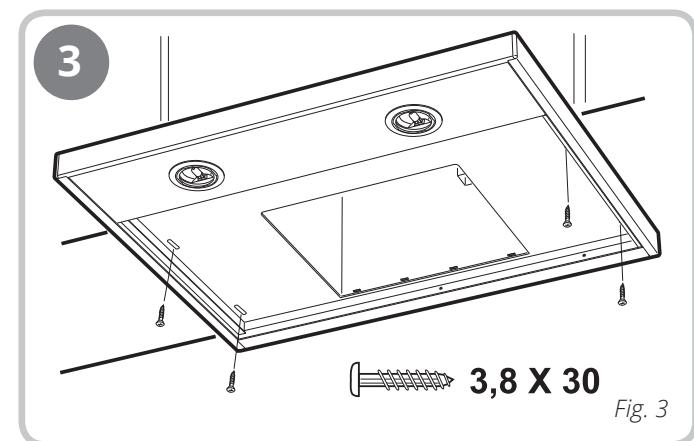
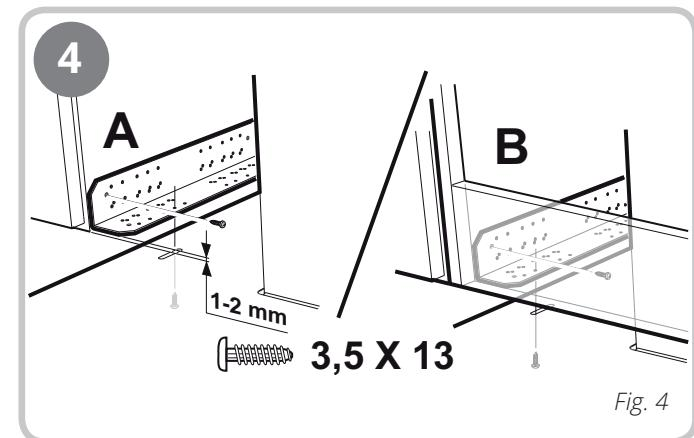
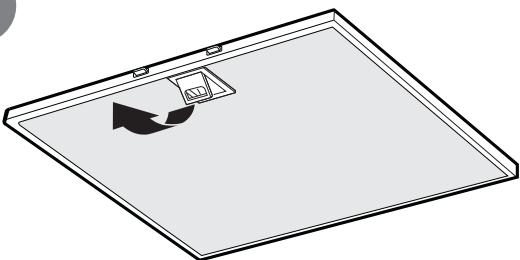

Fig. 3
Fig. 4
Fig. 12
Kjøkkenhetten kan monteres under overskap, innebygd i eller mellom skap. Under skap skrus kjøkkenhetten fast med 4 stk. skruer 3,8 x 30 (Fig. 3). Innebygd i eller mellom skap monteres kjøkkenhetten ved hjelp av konsoller. Konsoller og kjøkkenhette skrus fast med 8 stk. skruer 3,5 x 13 (Fig. 4).
Konsollene skrus fast med de fasede hjørnene utover og jevnt med skapets forkant (A, Fig. 4) eller med konsollen mot vifteoverskapets frontstykke (B). Kjøkkenhetten skrus deretter fast i konsollene. Sett tilbake filteret. Ta ut fettfilter, se Fig. 12.
Ta ut fettfilteret ved å åpne klipsene, Fig. 12. Vær forsiktig med filteret, pass på at det ikke bøyes.